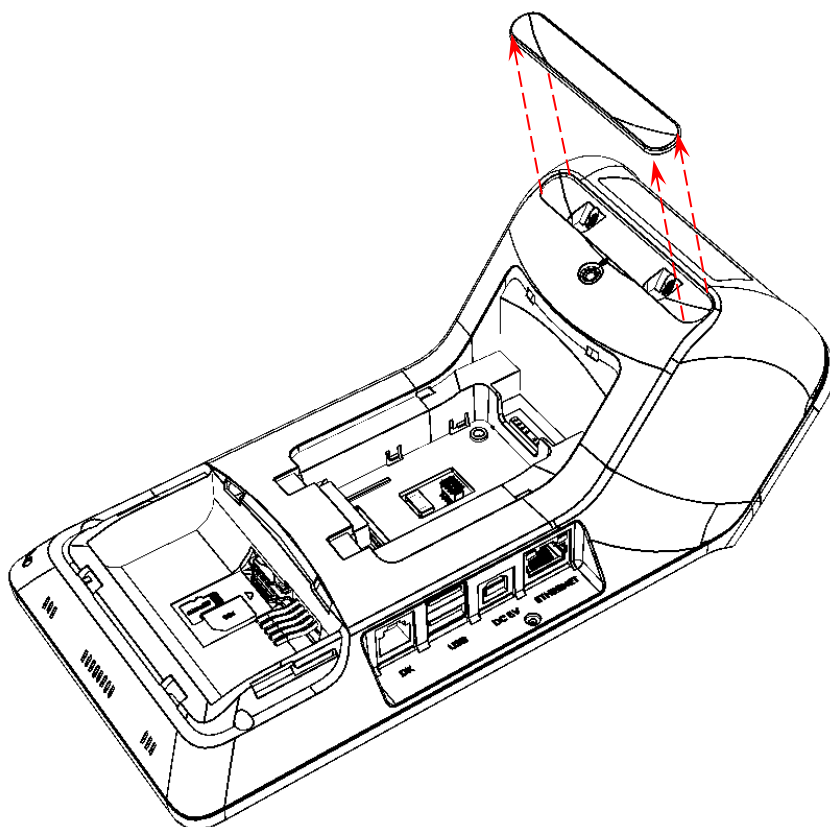

Рисунок 13. Отделение планки, скрывающей винты крепления
15. Установить планку, скрывающую винты крепления нижней части к лотку для ЧЛ (рисунок 13).